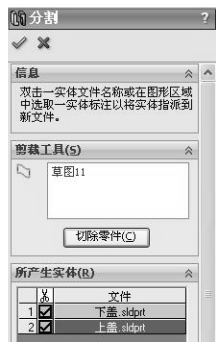

图 3-128 分割零件并生成新零件
- 03 选择菜单栏中【插入】|【特征】|【分割】命令，弹出【分割】属性管理器。在【剪裁工具】选项区中选择【草图 11】，单击【切除零件】按钮，此时手机壳被分开。勾选【所产生实体】选项区中 1、2，双击【文件】下对应的区域，弹出【另存为】对话框，设置新零件的名称和保存的路径。单击【确定】按钮，完成【手机壳】模型的分割，如图 3-128 所示。